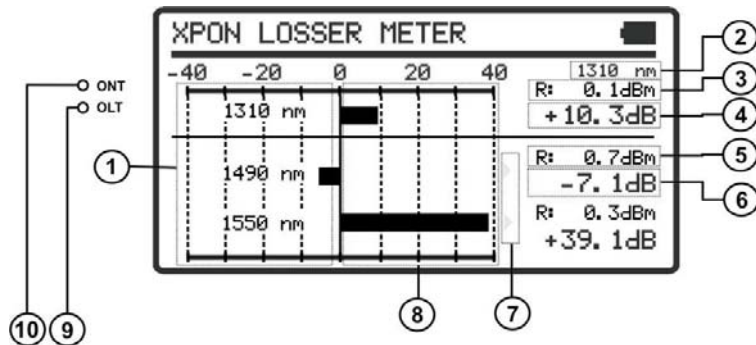

Figure 11.- Écran **LOSSES METER**.
- 3.- Appuyez sur **SEL**  [4] pour entrer a l'écran (voir figure 11).